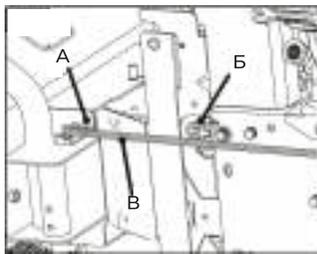

Рис. 11
- а) Потяните крюк (рис. 11, поз А) вверх, чтобы освободить направляющую планку;
- б) Вытяните направляющую планку (рис. 11, поз В) из отверстия.
- в) Вставьте направляющую планку (рис. 11, поз В) в зацеп (рис. 11, поз Б), чтобы избежать ее перемещения.
- а) Снимите направляющую планку (рис. 11, поз В) с крючка (рис. 11, поз Б).
- б) Вставьте направляющую планку (рис. 11, поз В) к отверстию на подметальной насадке.
- в) Нажмите на крючок (рис. 11, поз А), чтобы зафиксировать направляющую планку (рис. 11, поз В).